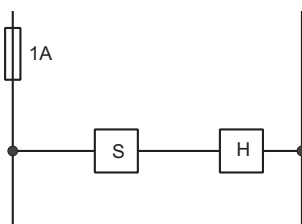

Figure IV.11 – Commande d'un récepteur **H** par un organe de commande **S**
- L'organe de commande se branche en série avec l'organe récepteur (Figure IV.11) ;